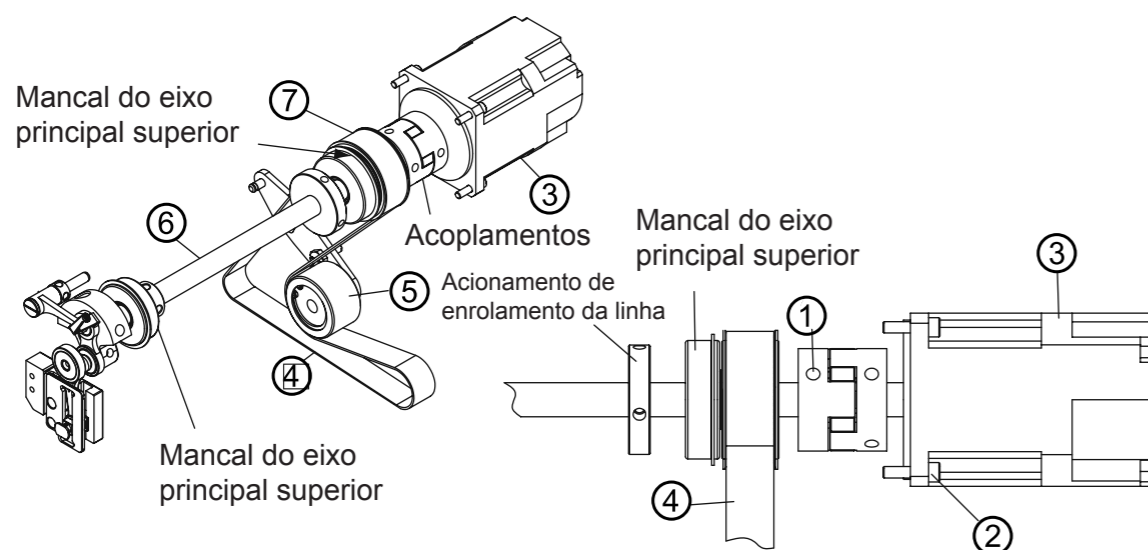

Fig. 39
- (1) Afrouxe os dois parafusos de fixação do embuchamento do mancal de conexão ①. (Fig. 39)
- (2) Desmonte a tampa traseira; afrouxe quatro parafusos de fixação ② do motor servo ③ e então desmonte o motor servo ③.
- (3) Desmonte a tampa lateral, ajuste a roda intermediária de regulagem de tensão e então afrouxe a correia de sincronização ④;